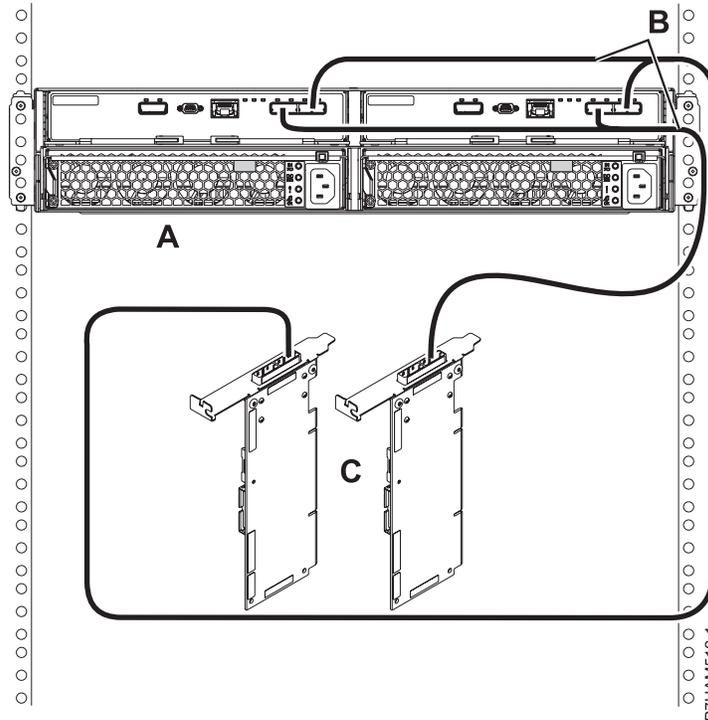

Abbildung 38. Modus 1-Anschluss eines Plattenlaufwerkgehäuses 5887 mit YO-Kabeln an ein SAS-Adapterpaar
- Schließen Sie ein Plattenlaufwerkgehäuse 5887 im Modus 1 (A) mit YO-Kabeln (B) an ein SAS-Adapterpaar (C) an. Siehe Abb. 38 auf Seite 40.